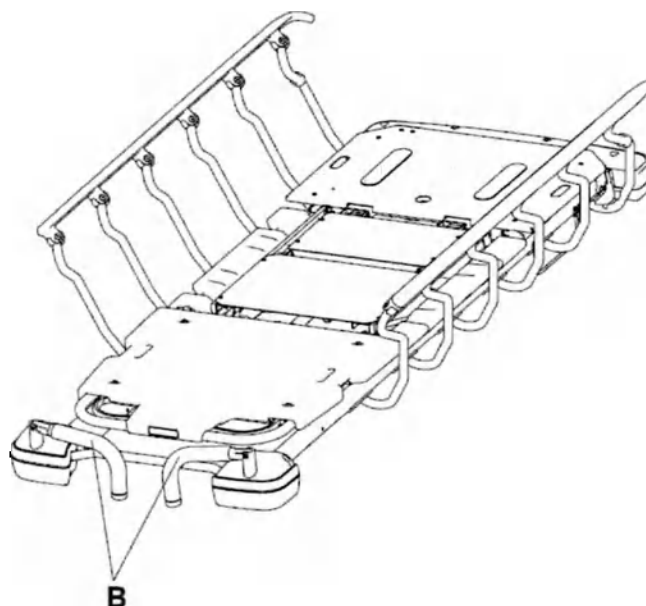

Рисунок 12 – Перевод ручек для толкания головного конца в сложенное положение
3. Выполните эти действия в обратном порядке, чтобы перевести ручки для толкания головного конца (В) в сложенное положение (см. рис. 12).